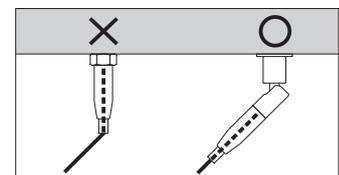

図11
- ワイヤーを張る方向と金具の方向が一直線になるようにして使用してください。斜めに張るときは、自在タイプの金具(TWF-32+T等)をご使用ください(図11)。